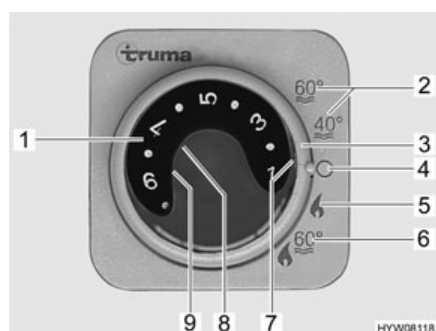

Fig. 180 Unité de commande pour chauffage/chauffe-eau
- Régler le mode de régime à l'aide de l'interrupteur tournant (Fig. 180,3).
Le chauffage règle le degré d'allumage automatiquement en fonction de la température ambiante requise. Une fois que la température ambiante désirée est atteinte, le brûleur s'éteint. La température intérieure est mesurée avec la sonde de température qui se trouve à côté du panneau de contrôle. En mode "Chauffage et chauffe-eau" (Fig. 180,6) l'eau est également chauffée dans le chauffe-eau. Il est possible de faire fonctionner le chauffage en mode "Chauffage sans chauffe-eau" (Fig. 180,5) et le chauffe-eau vide.
- Régler le bouton tournant de température (Fig. 180,1) de l'unité de commande sur la température de chauffage désirée.
- Régler l'interrupteur tournant (Fig. 180,3) en régime hiver "Chauffage sans chauffe-eau" (Fig. 180,5) ou en régime hiver "Chauffage et chauffe-eau" (Fig. 180,6).
Le voyant de contrôle vert (Fig. 180,7) s'allume.
- Régler l'interrupteur tournant (Fig. 180,3) sur "O" (Fig. 180,4).
La combinaison régime au gaz et régime électrique 230 V permet de raccourcir la période de chauffage (uniquement possible lorsque le chauffage sur l'unité de commande (Fig. 180) est réglé sur régime hiver).